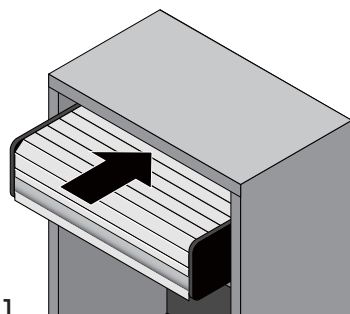

図2-1
- (1) シャッターケースをキャビネットの前方から静かに差し込んでください (図2-1)。